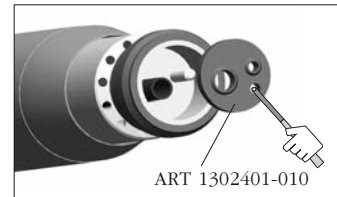

fig. 6
**2V:** togliere gli guarnizione seguente fig. 6